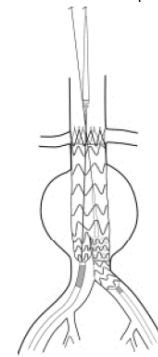

Figura 19
26. Continue com o implante da Extensão Ilíaca até que esteja totalmente implantada. Confira se a ponta da bainha está posicionada de modo distal em relação às faixas dos marcadores na extremidade distal da endoprótese (Figura 19).